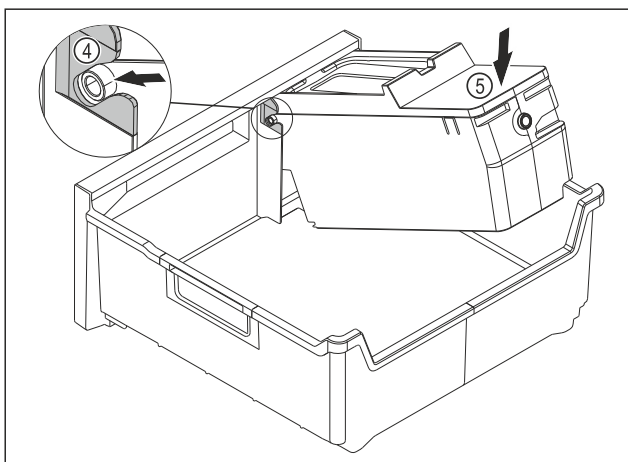

Fig. 140
- ▶ Montera EasyTwist-Ice-enheten: Skjut in axlarna på EasyTwist-Ice-enheten i styrningarna Fig. 140 (4).
- ▶ Tryck EasyTwist-Ice-enheten Fig. 140 (5) baktill nedåt.